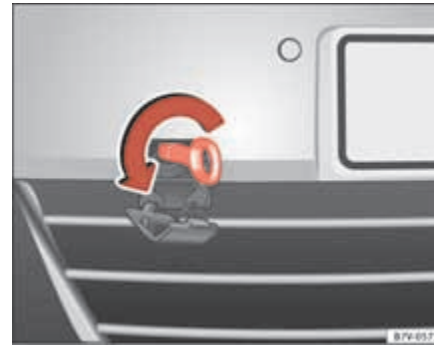

Abb. 215 Im Stoßfänger vorn rechts: Abschleppöse einschrauben.
Die Aufnahme für die einschraubbare Abschleppöse befindet sich vorn rechts im Stoßfänger ⇒ Abb. 215.
- Abschleppöse so fest es geht **entgegen dem Uhrzeigersinn** in die Aufnahme drehen ⇒ Abb. 215 ⇒ ⚠. Einen geeigneten Gegenstand benutzen, mit dem die Abschleppöse vollständig und fest in die Aufnahme eingeschraubt werden kann.